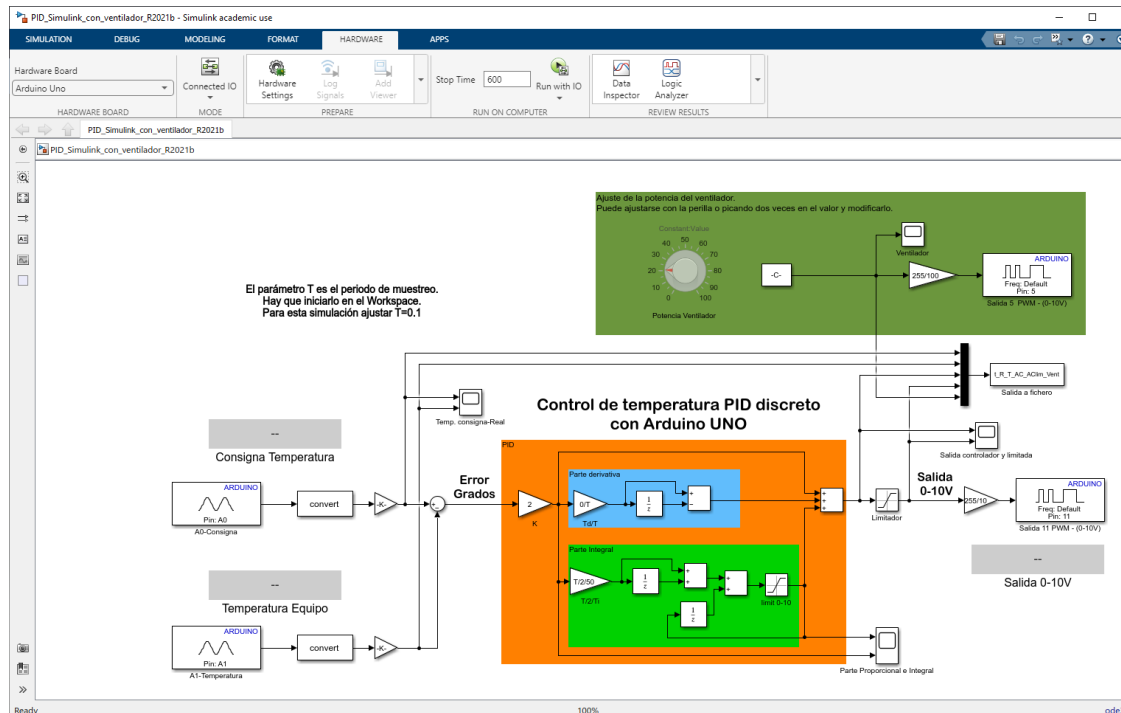

Figura 6.14.- Modelo para control PID con Simulink
6. Cargar en el PC el modelo Simulink **PID_Simulink_con_ventilador_R2021b.slx**. Dicho modelo se muestra en la **figura 6.14** y permite: